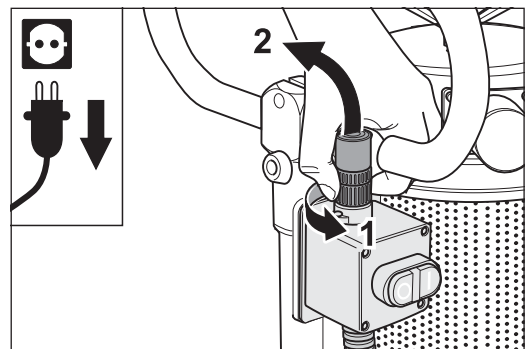

Abb. 55 Am Ein-/Aus-Schalter den Gewinding des Kabelsteckers **gegen den Uhrzeigersinn** schrauben (1) und den Kabelstecker nach oben abziehen (2).
- 2** Schrauben Sie am Ein-/Aus-Schalter den Gewinding des Kabelsteckers **gegen den Uhrzeigersinn** (Abb. 55, 1). Ziehen Sie den Kabelstecker nach oben ab (Abb. 55, 2).